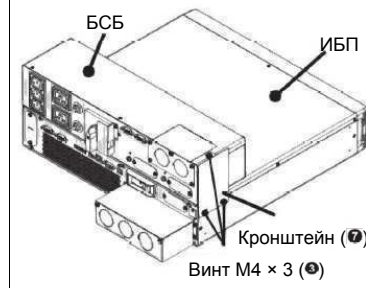

Рисунок 2
- Соедините ИБП и блок сервисного байпаса с правой стороны с помощью кронштейна (7) и двух винтов M4 (3). См. **Рисунок 2**.